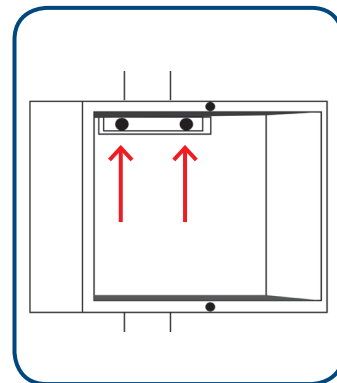

Figura 17. AJUSTAR EL GABINETE A LA SOLERA
4.3.4 Apretar las tuercas en el interior del gabinete hasta que quede fijo (Ver Figura 17).